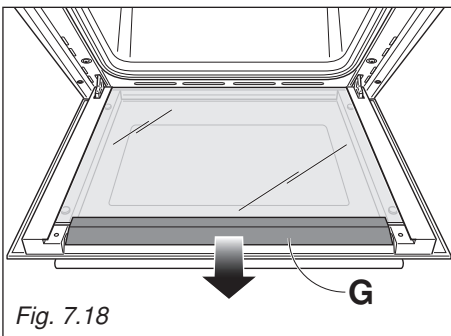

Fig. 7.18
- Retirez doucement le déflecteur "G" en haut de la porte du four (fig. 7.18).